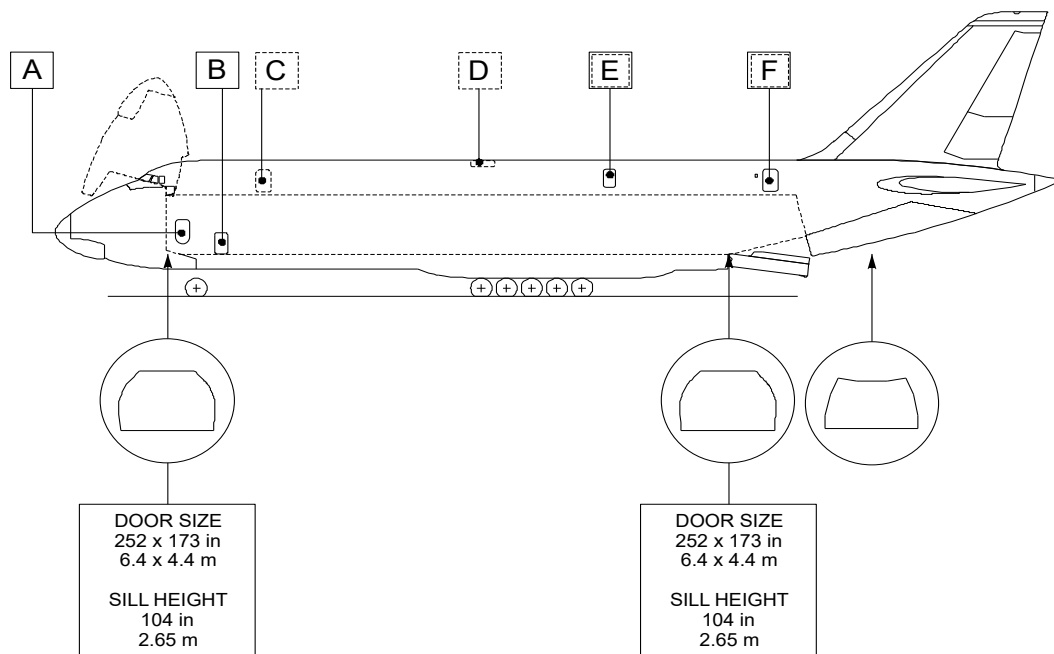

Рисунок 8. Высота порогов и габариты Ан-124-100(-150)
- Рисунок 8. Высота порогов и габариты Ан-124-100(-150);